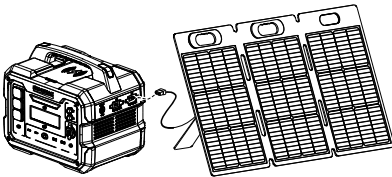

Figura 1-2. Conecte la central eléctrica
3. Consulte la **Figura 1-2**. Conecte el cable de salida en la central eléctrica.